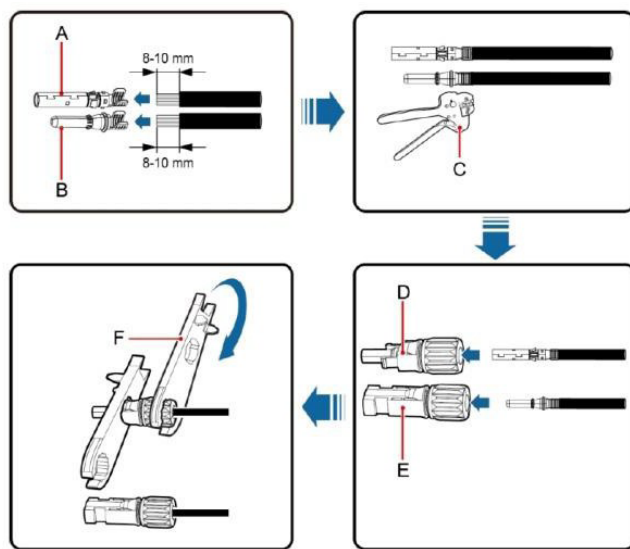

Рис. 5.2. Соединение между разъёмом постоянного тока MC4 и цепью солнечных панелей
1. Подключите выходные кабели солнечных модулей к разъёму постоянного тока, **как показано на рис. 5.2.** Ослабьте гайку разъёма и снимите изоляционный слой кабеля постоянного тока примерно на 15 мм. Вставьте его в разъём и нажимайте до тех пор, пока не услышите звук щелчка.